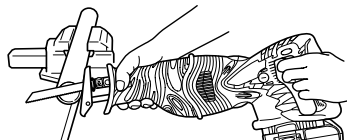

Fig. 23
(1) Fixer solidement la pièce avant de procéder. (Fig. 23)
(2) Pour la coupe de métaux, utiliser de l'huile de machine appropriée (huile de turbine, etc.). Si l'on n'utilise pas d'huile de machine liquide, appliquer de la graisse sur toute la surface de la pièce.